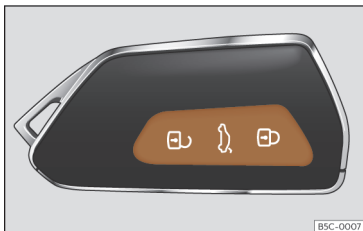

Fig. 70 Llave por control remoto: teclas.
- Bloquear: pulse el botón >>> fig. 70.